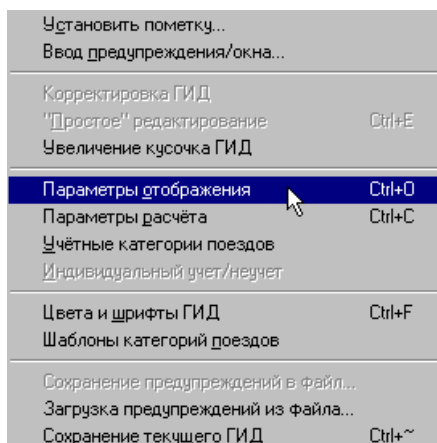

Рис. 25. Выбор команды «*Параметры отображения*».
1. На поле ГИД нажать правую кнопку «мыши» и выбрать команду «*Параметры отображения*» (рис. 25).